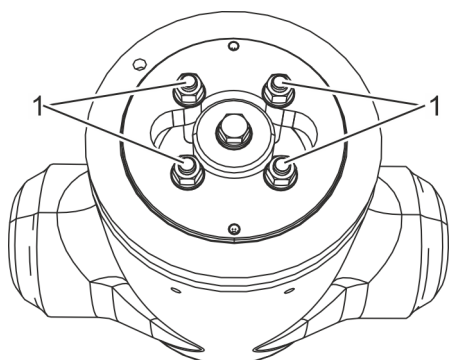

Fig. 22: Fijar la tapa de fijación
- Atornille la tapa de fijación con las tuercas (Fig. 22/1) siguiendo el esquema en cruz.